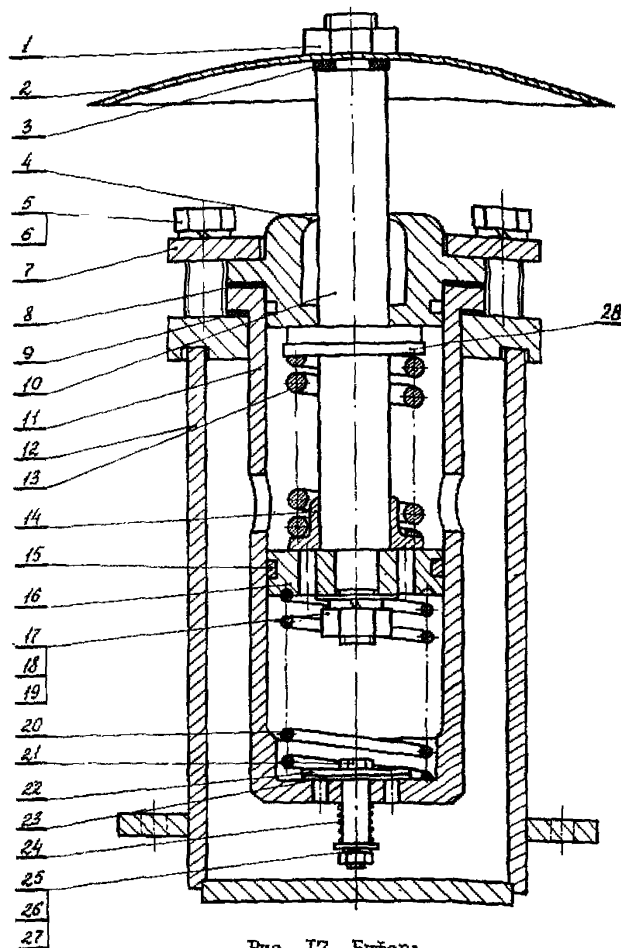

Рис. 17. Буфер:
07.1. Отвинтить гайку I (рис. 17), снять кожух 2 и прокладку 3.
07.15. Собрать обратный клапан согласно рис. 17, навинтить гайку 25 (см. рис. 17) и закернить в двух местах.
Замену дефектных пружины 13, втулки 14, поршня 16 (см. рис. 17) произвести согласно переходам 16-17.
07.17. Сборку произвести в обратной последовательности в соответствии с рис. 17.
б) шток буфера 33 (см.рис.11) после его освобождения должен выйти из втулки 4 (см. рис.17) на 19-22 мм.